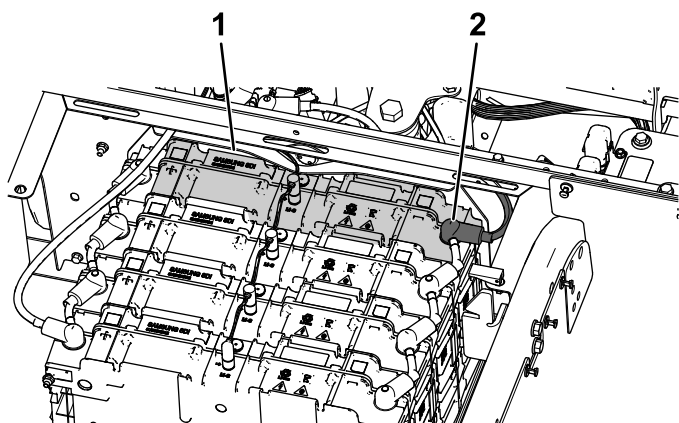

Figura 41
1. Îndepărtați capacul bornei negative (–) a bateriei de la bateria față (Figura 41).
2. Montați capacul bornei negative (–) a bateriei la borna bateriei (Figura 41).